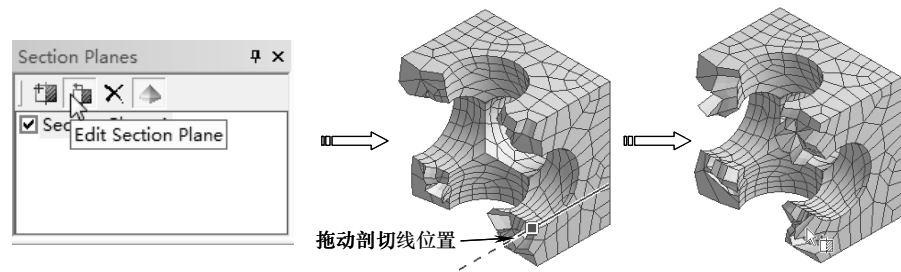

图 3-112 移动剖切线位置
5) 在【Section Planes】窗口中单击【Edit Section Plane】按钮，图形区显示一条半虚半实线，拖动蓝色方框移动剖切线位置，如图 3-112 所示。